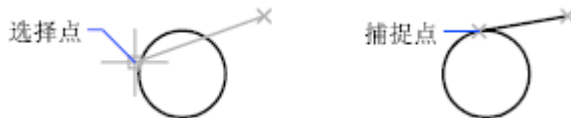

图 8-31 切点捕捉
- 【切点】捕捉到圆弧、圆、椭圆、样条曲线的切点，如图 8-31 所示。